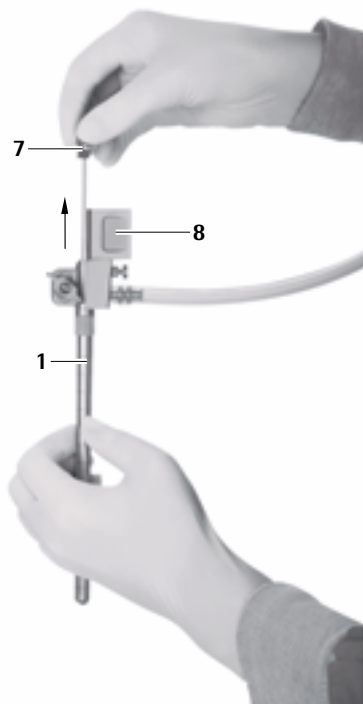

Abb. 9
- Obturator für ovalen Arbeitskanal **7** vorsichtig aus MINOP inVent-Trokar **1** herausziehen, siehe Abb. 9.